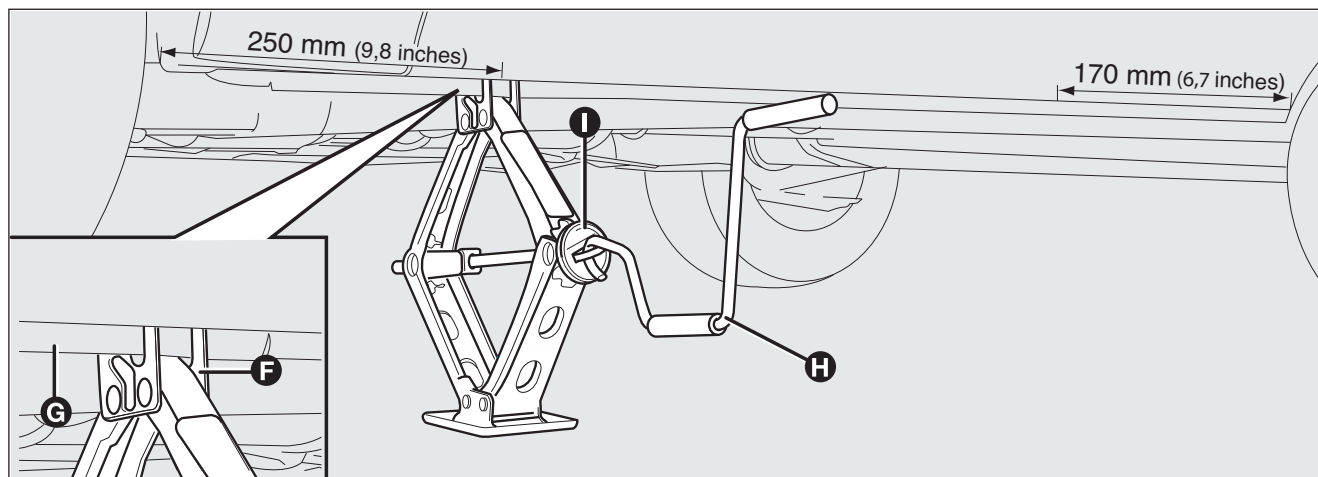

fig. 6
- ☐ asegurarse de que la ranura **F**-fig. 6 del gato encaje debidamente en la aleta **G** del larguero;